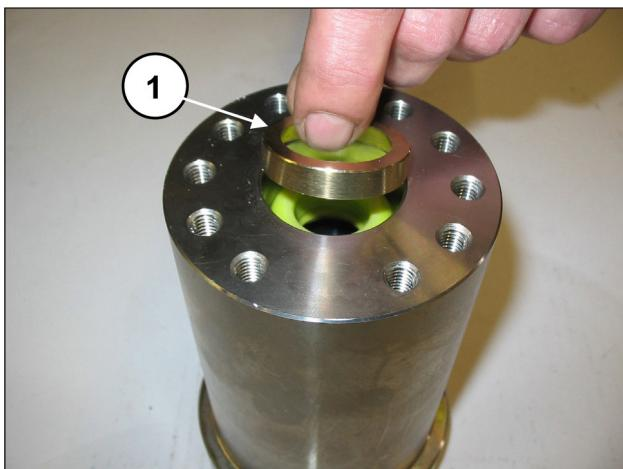
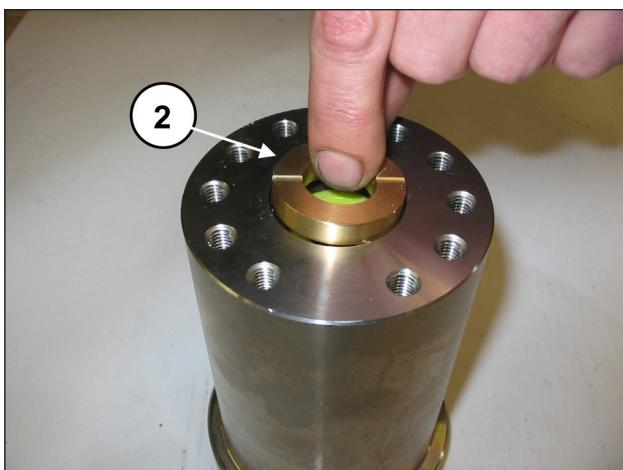
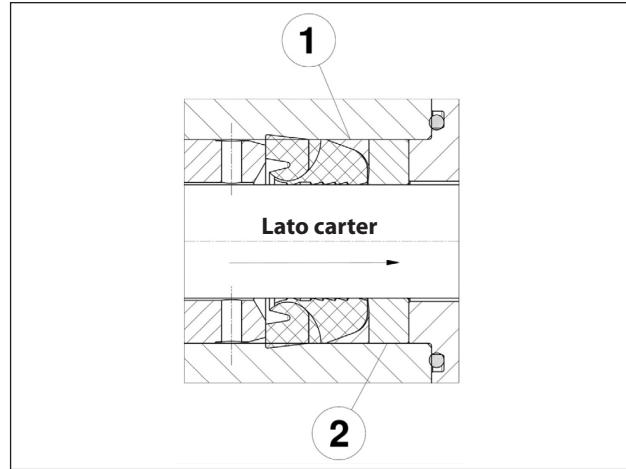

Fig. 122
Fig. 123
Fig. 124
La tenuta H.P. deve essere introdotta nella camicia come indicato in Fig. 121 e Fig. 122.
Sul diametro interno il grasso deve essere applicato prestando particolare cura al riempimento di tutte le sacche comprese tra i labbri di tenuta come indicato in Fig. 122.**
Introdurre l'anello antiestrusione e la bussola guarnizioni (pos. ① e ②, Fig. 122, Fig. 123 e Fig. 124).
La bussola guarnizioni ② deve essere introdotta nella camicia con i due scarichi rivolti verso l'esterno (lato carter) come indicato in Fig. 123.